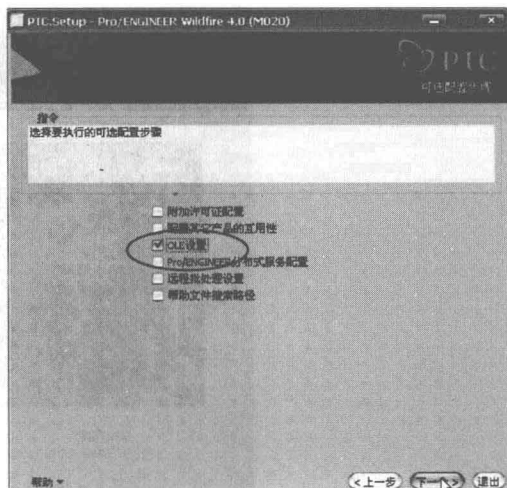

图 1-21
(14) 出现图 1-21 所示对话框, 选择 OLE 设置选项, 按【下一个】。